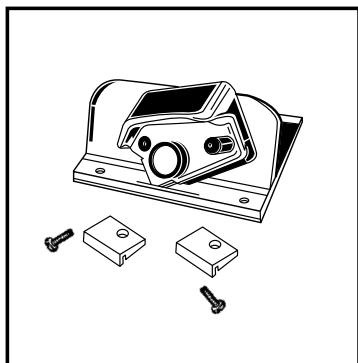

Fig. 1
1. Upon purchasing your ADAPT-A-RULE, remove the upgrade kit packet and take out the bearings and screws. The Logan hand-held mat cutters (MODEL 2000, 3000 OR 4000 only) are equipped with threaded holes in the cutter base to accept the bearings and screws for purposes of upgrading (Fig. 1).
1. Une fois l'achat de votre ADAPT-A-RULE effectué, sortez les guides de plastique et vis inclus dans le kit adaptateur. Les têtes de découpe manuelles LOGAN (essentiellement les modèles 2000, 3000 ou 4000) ont dans leur base de découpe des trous filetés prévus pour y insérer les vis fixant les guides (Fig.1).
1. Abra el kit de adaptación suministrado con la regla y saque las guías de plástico y los tornillos. Los cabezales de corte de Logan (solo modelos 2000, 3000 y 4000) tienen unos agujeros con rosca en la base de corte, en los cuales hay que introducir los tornillos fijando las guías (Fig. 1).